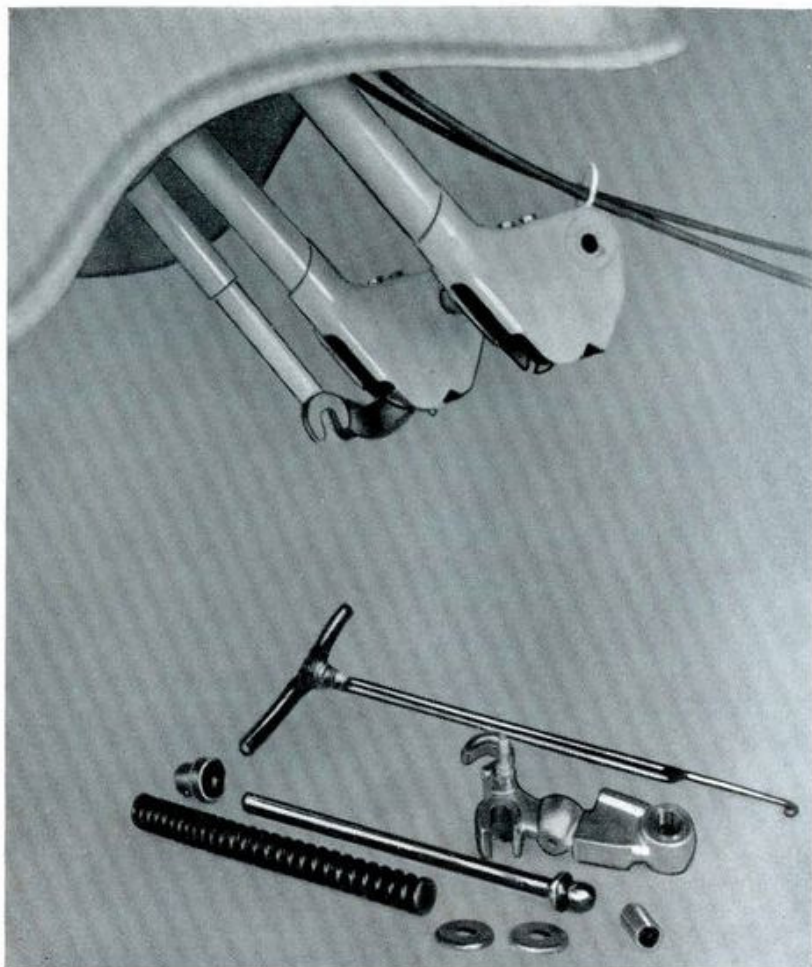

Fig. 37
- » 66 - Sfilare l'asta di guida, la molla e la ghiera di guida dell'asta aiutandosi eventualmente per quest'ultima con un adatto ferro ad uncino. Vedi fig. 37.